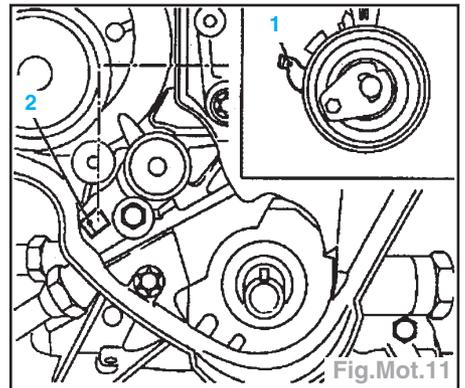

Fig.Mot.11
Nota : Le levier d'arrêt (1) du galet doit s'enclencher dans les jumelles de guidage (2) de la pompe à huile (Fig.Mot.11).